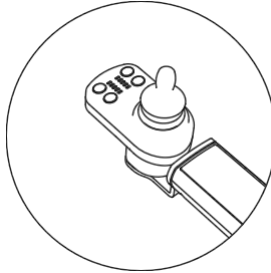

Figura 4.3.3
(1) Indicatore di alimentazione e ricarica (come mostrato nella Figura 4.3.3)
(2) Display delle marce (come mostrato nella Figura 4.3.3)